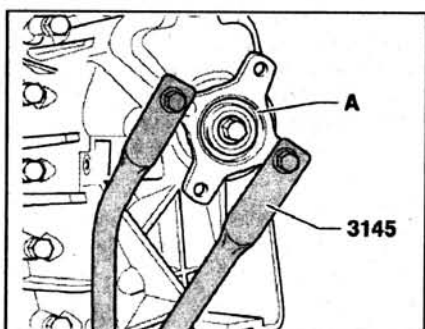

Рис. 4.35. Установив приспособление 3145, открутите болт крепления фланца А.
7. Установив приспособление 3145, открутите болт крепления фланца А (рис. 4.35).